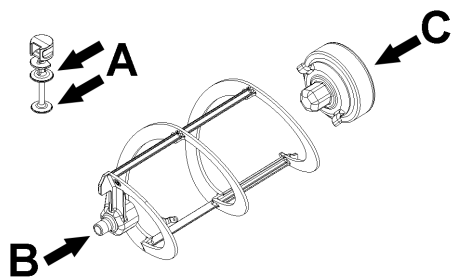
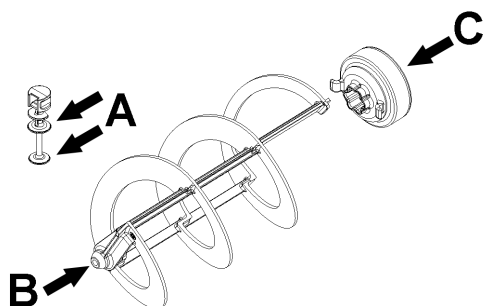

figure 16
figure 17
2 Lubrifier le piston du robinet, le joint hexagonal et le mélangeur aux points indiqués dans la (voir figure 16) (B-Frozen 6) o (voir figure 17) (B-Frozen 10). Utiliser uniquement la graisse fournie avec la machine ou une autre **graisse**
**3** Remettre le robinet en place sur le bac en effectuant les opérations de la (voir figure 16) (voir figure 17) en sens inverse.